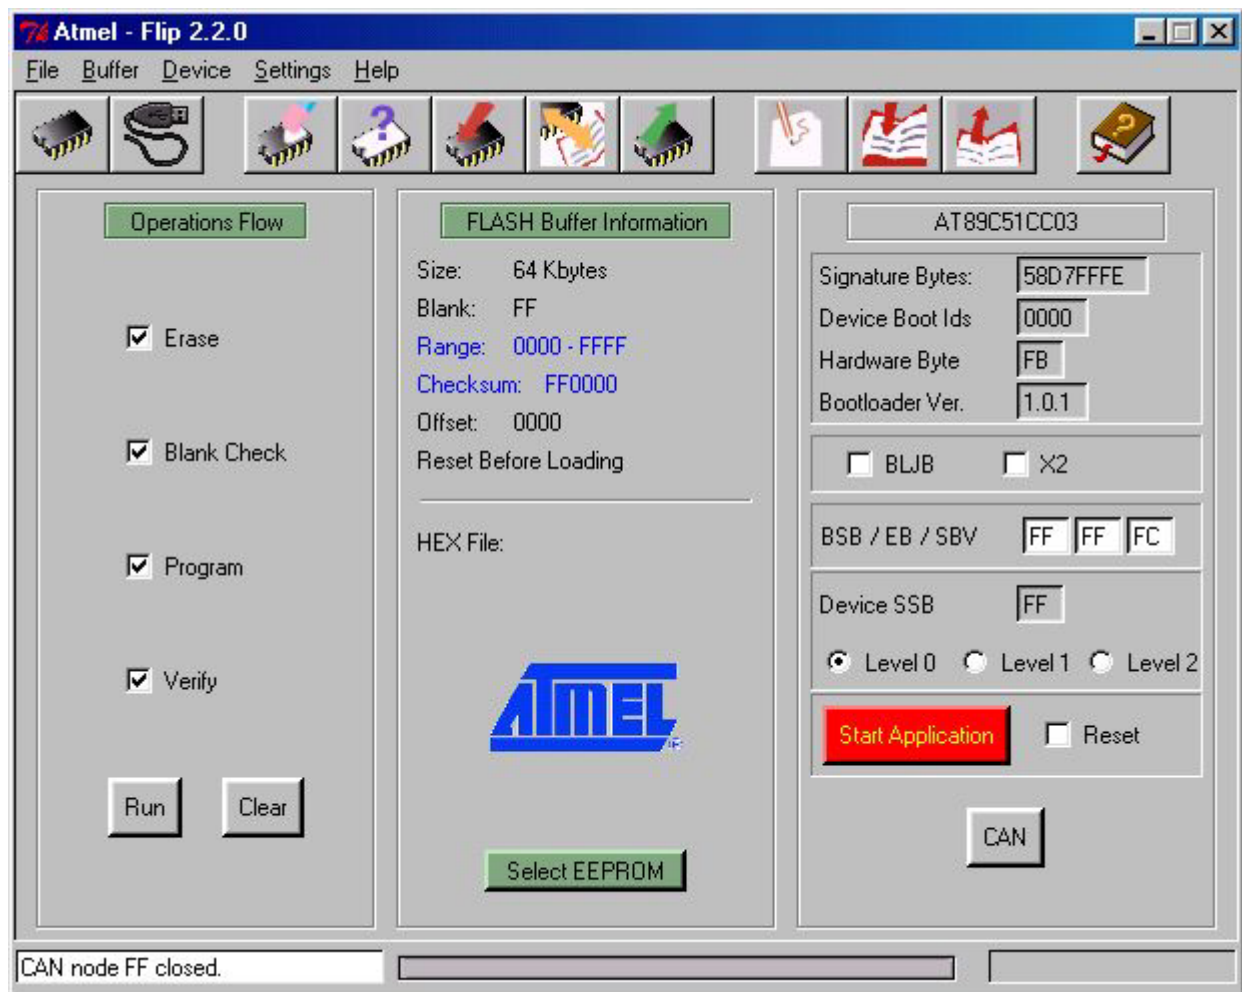

FIGURA 24: FINESTRA SETTAGGIO FLIP (3 DI 3)
- B9) Assicurarsi che nel riquadro "AT89C51CC03" le caselle di testo si popolino analogamente a come si può vedere in figura 24.